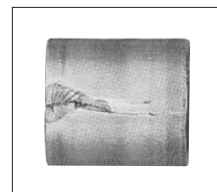

図28. ローラのクラック
- 4-1. プレートと同様にローラも最大許容張力より大きな力がかかると、スプロケットとの繰り返し衝撃荷重が大きくなり、疲労破壊が起こります。(図28)これもプレートのクラックと同様に点検を行います。